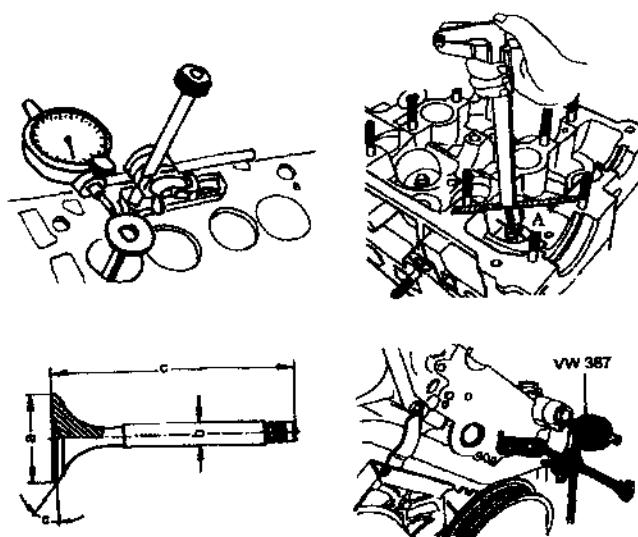

图 1-12 配气机构检查
如图1-12所示,气门与气门座压紧后,气门尾端与缸盖上边缘的最小距离(用游标卡尺或深度尺测量)A;
(1) 如图1-12所示,用VW387和千分表检查气门与导管间隙>0.8 mm,否则应更换。
如图 1-12 所示, 将支架 VW387 和千分表固定到缸盖上, 撬动凸轮轴, 其轴向移动量  $>0.20 \text{ mm}$ , 径向磨损  $>0.1 \text{ mm}$ , 跳动量  $>0.01 \text{ mm}$ 。